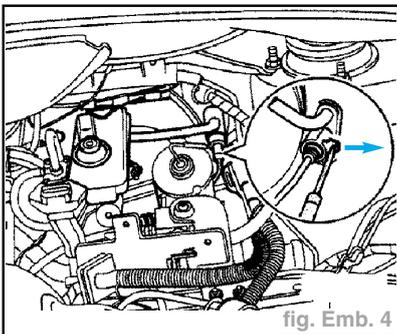

fig. Emb. 4
- Dévisser le recouvrement de la batterie avec le vase d'expansion du système de refroidissement (flèche (3)) et le mettre de côté ; ne pas ouvrir le système de refroidissement.
- Retirer du maître-cylindre l'agrafe du flexible de conduite en faisant levier (sens de la flèche) (fig. Emb. 4).
- Dévisser le recouvrement de batterie avec le vase d'expansion du système de refroidissement (flèches (3)) et le mettre de côté, ne pas ouvrir le système de refroidissement.